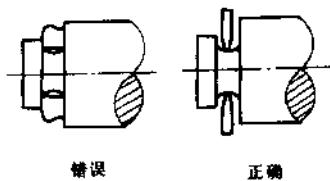

图 1-10 游标卡尺的使用(二)
(4) 根据被测面的形状选择量爪的适当部位进行测量。如测量带有凹圆弧的表面时,应使用刀口状的量爪,见图 1-10。
(5) 读数时,眼睛要垂直地看准所读的刻度线。